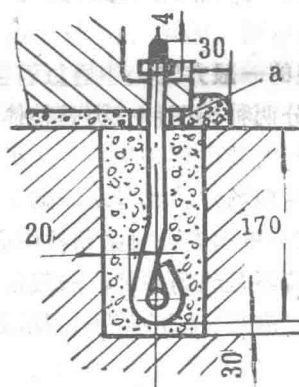
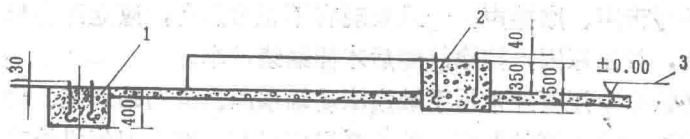

图1 底脚螺栓坑尺寸
图 2 基础简图
(2) 机器搬运就位。按照说明书中安装基础图检查机器底脚螺孔的大小和距离，若有出入，按机器实际尺寸为准。搬运时机器底面垫入铁管滚运或按吊装位置吊装，防止搬运时损伤机器。
(3) 放线。按基础图放纵横中心线和其它基准线，放线时皮尺和线要拉直，尺寸要量准确，并打好定位桩。
(4) 做基础。根据标高挖底坑，砌水泥墩，砌炉腔烟囱等基础，并用木框预留好底脚螺孔位置。底脚螺孔坑尺寸如图1所示，基础图标高位置如图2所示。图2中的3是指厂房的地平面，(0.00)表示以地面为零线，正号表示地面以上高度，负号表示地面以下深度。如墩1是向地面以下挖底坑深400毫米，墩2总高度为500毫米，地面上应砌墩350毫米，地面下挖深150毫米。